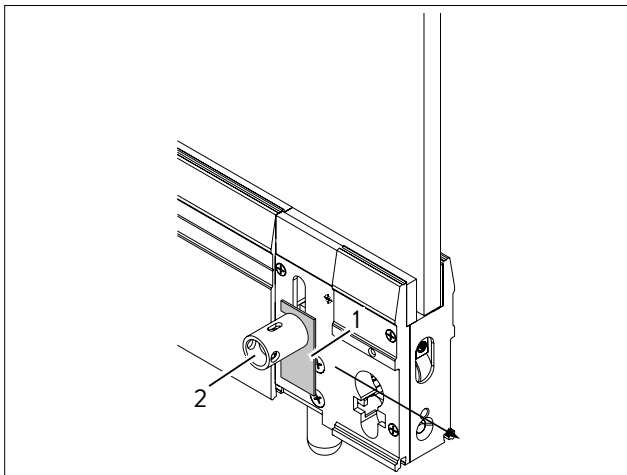

Abb. 29 Blende entfernen
6. Blende (Abb. 29/1) hinter der Hülse (Abb. 29/2) entfernen.